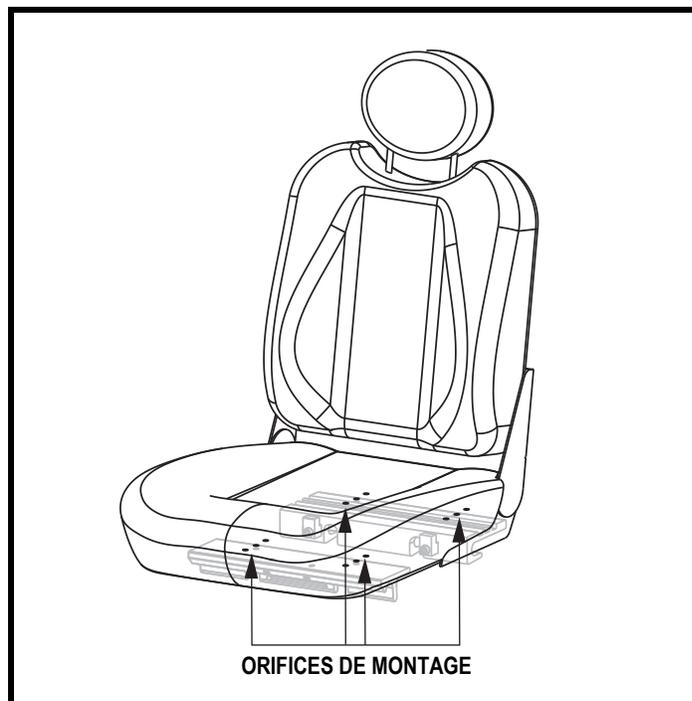

Figure 16. Position du siège
4. Repositionnez les montants dans un ensemble différent d'orifices de montage. Vous devez régler les montants en ayant un nombre identique d'orifices devant et derrière la fixation sur chaque montant. **Voir la figure 16.**